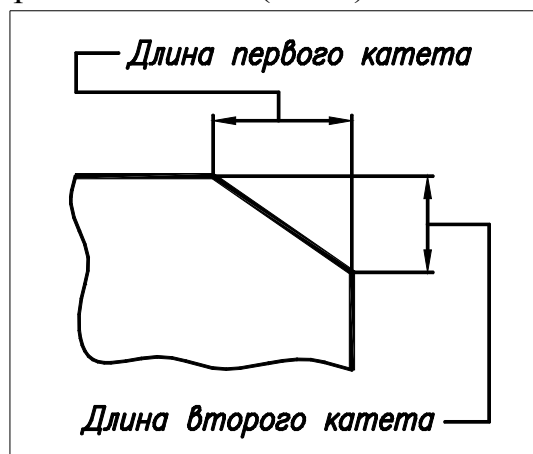

Рис. 3.16. Снятие фаски
3.3.13. Снятие фасок (рис. 3.16)